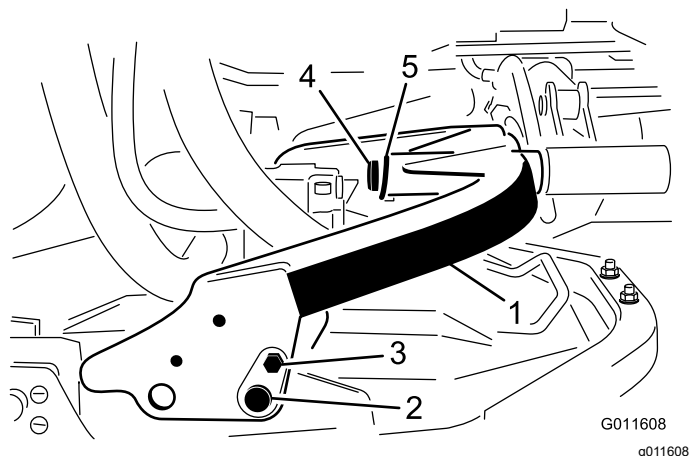

Figura 2
1. Desloque a estrutura de suporte e fixe-a ao suporte da plataforma com o pino do leme, o parafuso e a porca. Posicione-a como se mostra na Figura 2.
Nota: Para unidades de corte traseiras, desloque o suporte da plataforma para a frente (Figura 2). Para unidades de corte frontais, desloque o suporte da plataforma para trás.